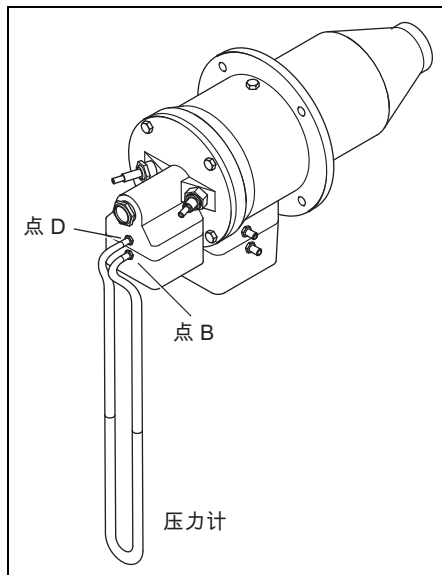

图 4.4. 设置高火燃气
2. 把压力计连接至测压孔 B 和 D (穿过燃气孔, 参见图 4.4)。
2. 把压力计连接至测压孔 B 和 D (穿过燃气孔，参见图 4.4)。